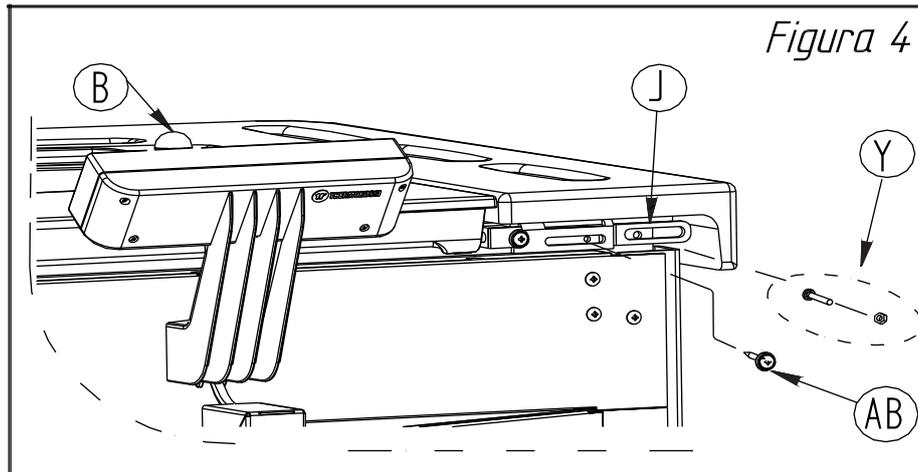

Figura 4
- Fissare ora attraverso le 2 viti autofilettante (AB) il supporto ceramica in modo stabile alla stufa (vedi figura 4).
- Successivamente montare la maiolica superiore e i pomelli (B) .
- Fissare i fermi (J) e la viteria (Y) (Vite M4X25 e relativo Dado, vedi figura 4 del paragrafo precedente).
- Fissare ora attraverso le 2 viti autofilettante (AB) il supporto ceramica in modo stabile alla stufa (vedi figura 4 del paragrafo precedente).
- Successivamente montare la maiolica superiore e i pomelli (B).